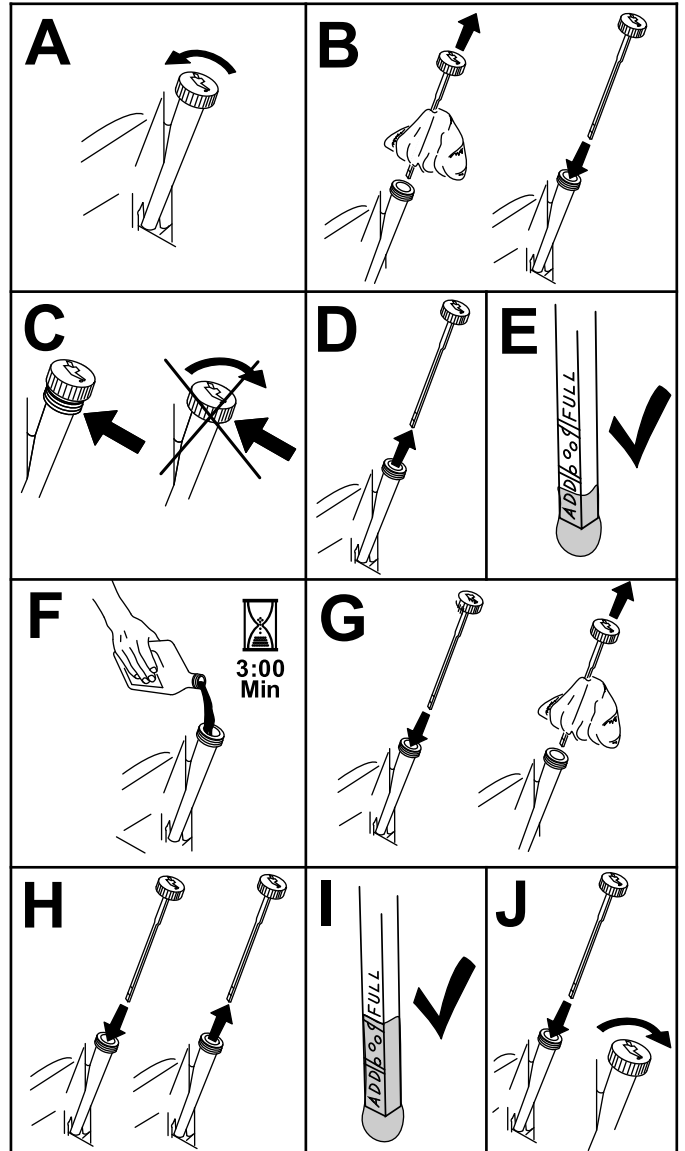

Figure 44
- Pour éviter de faire tomber de l'herbe, de la poussière, etc., dans le moteur, nettoyez la surface autour du bouchon de remplissage-jauge d'huile, avant de l'enlever (Figure 44).